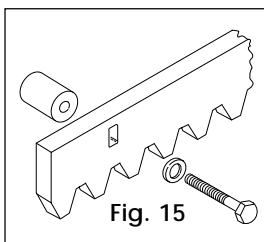

Fig. 15
4.4.2. CREMAGLIERA DI ACCIAIO AD AVVITARE (Fig. 15)